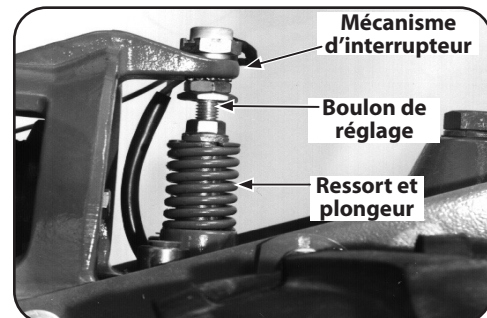

Figure 5-19
Quand le levier d'entraînement de la PDF des dents et des roues est placé en MARCHE ARRIÈRE, le moteur et son support s'abaissent et s'appuient sur le boulon de réglage de marche arrière. Voir Figure 5-19.
L'ensemble de ressort et de plongeur est conçu pour empêcher le disque arrière d'être en contact avec la poulie de transmission tant que la marche arrière n'est pas activée. Lorsque le levier est à la position NEUTRE, le mécanisme d'interrupteur au bas du support de moteur doit être bien placé sur le boulon de réglage de marche arrière. Voir Figure 5-19. Vous pouvez ajuster le boulon de réglage de marche arrière vers le haut ou vers le bas pour corriger certains problèmes de fonctionnement en marche arrière, tel qu'expliqué dans la section suivante.
6. Placez le levier d'entraînement de la PDF des dents et des roues au NEUTRE. Le mécanisme d'interrupteur sur la partie inférieure du support de moteur doit carrément reposer sur le dessus du boulon de réglage de marche arrière et le disque de marche arrière doit être au moins à 3/16 po de la poulie d'entraînement de la transmission. Voir Figure 5-19. Si le disque de marche arrière est trop près de la poulie, relevez le boulon de réglage de marche arrière (tournez-le dans le sens antihoraire).